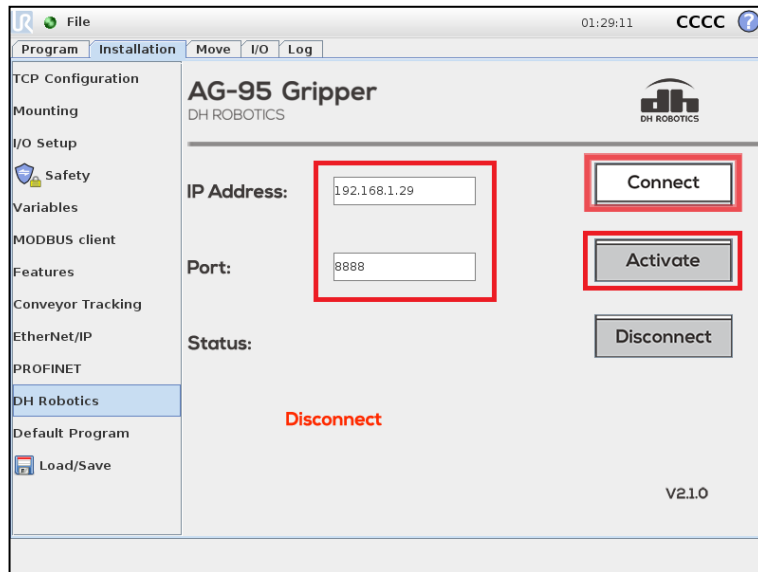

图 5.14 大寰机器人 AG-95 设置
5. 点击 **Installation** 安装设置选项下的 **DH Robotics** 进入 AG-95 电动夹爪设置页面，如图 5.14 所示。